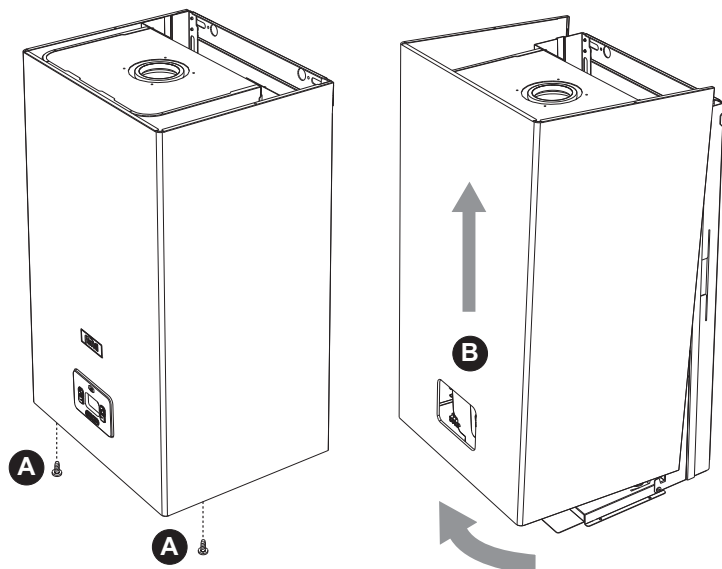

fig. 27- Deschiderea panoului frontal
1. Deșurubați șuruburile **A** (vezi fig. 27).